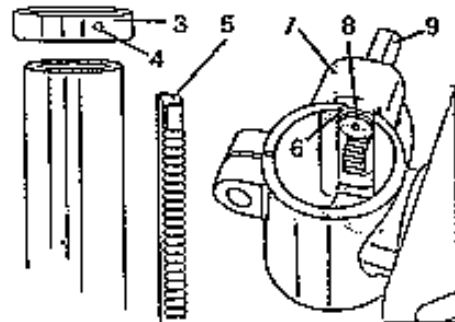

Abb. 4
1. Entfernen Sie den Ring (3) durch Lockern der Stellschraube (4).
2. Entfernen Sie die Zahnstange (5) von der Säule.
3. Prüfen Sie, ob das Schneckenrad (8) ordnungsgemäß in den Tisch- und Befestigungsarm (7) eingesetzt ist und mit den Zahnrädern in Berührung kommt. Der Griffenschaft (9) sollte ungefähr 2,5 cm aus dem Gehäuse ragen (Abb. 4).
4. Setzen Sie die Zahnstange (5) in die gezahnte Nut (6) des Tisch-Befestigungsarms (7) (Abb. 4). Der Tisch-Befestigungsarm sollte im Mittelabschnitt der Zahnstange sitzen.